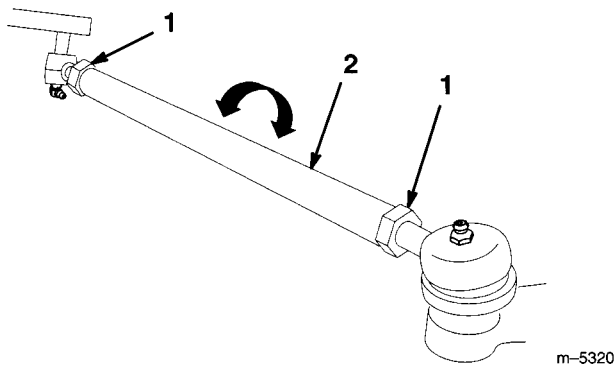

図 36
3. 前後の測定値が適正值から外れている時には（適正值はこの項の一番最初に示されている）タイロッド両側のジャムナットをゆるめる（図36）。